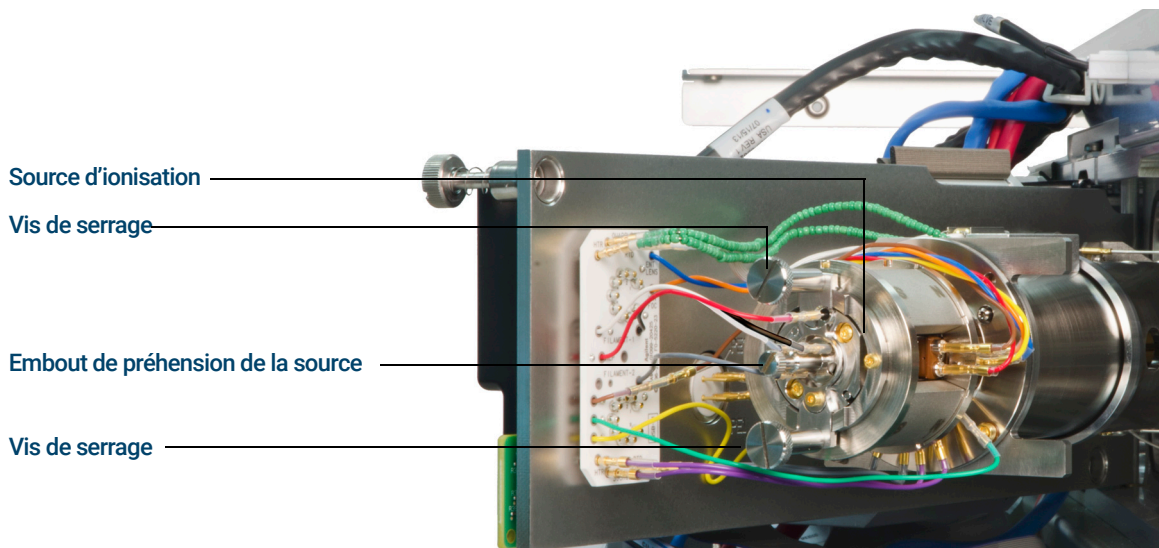

Figure 46. La source EI HES avant dépose
- 3 Déposer les deux vis moletées qui maintiennent la source d'ions en place. (Voir Figure 46 page 178.)
Les contacts de la source possèdent des broches à ressort précontraint, donc il faut appliquer une certaine force pour sortir la source. (Voir **Figure 46.**)